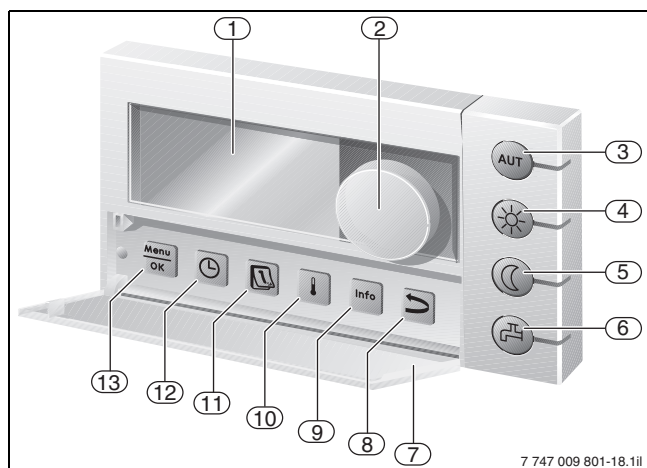

Fig. 53 Indicazioni ed elementi di comando dell'unità di servizio RC35
L'unità di servizio RC35 (→ fig. 53) è collegata e alimentata di corrente con il sistema di regolazione Logamatic EMS. L'unità di servizio RC35 può essere agganciata a scelta direttamente nella caldaia sull'unità di controllo base Logamatic BC25 oppure attaccata alla parete della stanza con un supporto appropriato. Se l'unità di servizio RC35 viene montata nell'appartamento può essere utilizzata anche come un ottimo regolatore in funzione della temperatura ambiente.
L'unità di servizio RC35 possiede un orologio programmatore digitale a 6 canali con otto programmi standard per la rappresentazione grafica dei cicli di commutazione e della temperatura esterna (con «stazione meteo» integrata). In collegamento con il sistema di regolazione Logamatic EMS e/o con il modulo MM10 è possibile creare un ulteriore programma personalizzato per ogni circuito di riscaldamento. Per il riscaldamento dell'acqua potabile con gestione di una pompa di ricircolo, è disponibile un apposito secondo canale. Le funzioni base comprendono, tra l'altro, la disinfezione termica, che può essere impostata in modo variabile, e il carico unico dell'accumulatore fuori programma dell'acqua calda. Tutte le informazioni importanti dell'impianto di riscaldamento, compresi i segnali di anomalia, la temperatura ambiente, l'ora e il giorno della settimana possono essere richiamati con l'unità di servizio RC35 e visualizzati «in testo chiaro» su un display LCD luminoso con possibilità grafiche (→ fig. 53, pos. 1).
Con l'ausilio dei tasti di scelta (→ fig. 53, pos. da 3 a pos. 5) è possibile impostare per l'esercizio riscaldamento le modalità d'esercizio «Automatica», «Riscaldamento costante» e «Ridotto costante». Il LED integrato mostra la modalità d'esercizio attuale.